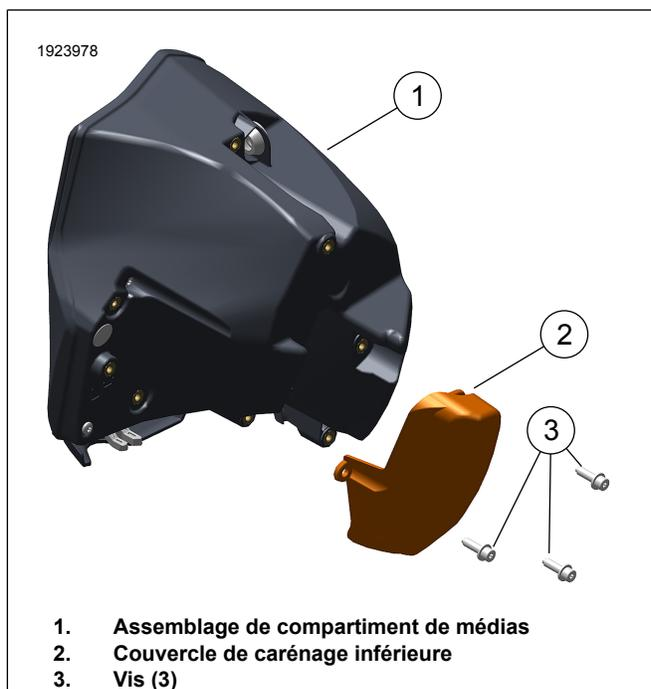

Figure 4. Couverture de carénage inférieur
5. Voir la Figure 4. Retirez le carénage inférieur gauche.
- a. Retirez les vis (3) et retirez le carénage inférieur (2) du compartiment du milieu (1).